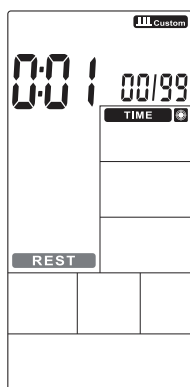

FIGURA 34
- La pantalla de tiempo permanece encendida y la palabra REST parpadeará, presione HACIA ARRIBA / ABAJO (TECLAS 10 u 11) para establecer el tiempo de descanso en 0: 01 ~ 9 59 (Figura 34). Presione ENTER (TECLA 19) para confirmar y finalizar la configuración.